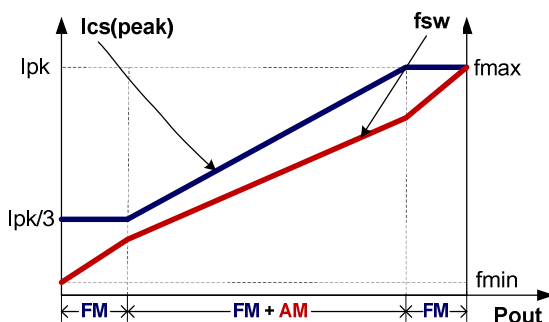

图 4
如图 4 所示, 为了满足严苛的平均效率和待机功耗要求, SP2558CA 采用了调幅控制 (AM) 和调频控制 (FM) 结合的多模式控制技术。